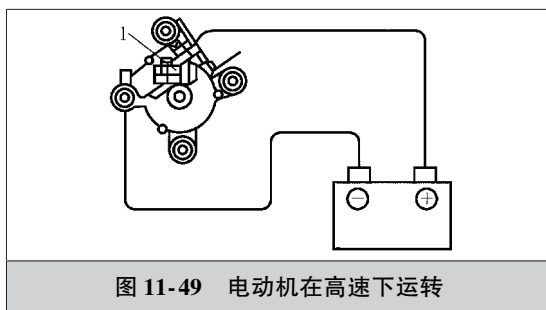

图 11-49 电动机在高速下运转
(2) 电动机在高速下运转 如图 11-49 所示, 将蓄电池正极与电动机端子 1 连接, 负极连接到电动机壳体上。检查电动机是否在高速下运转。如果运转情况不符合规定, 则应更换电动机。